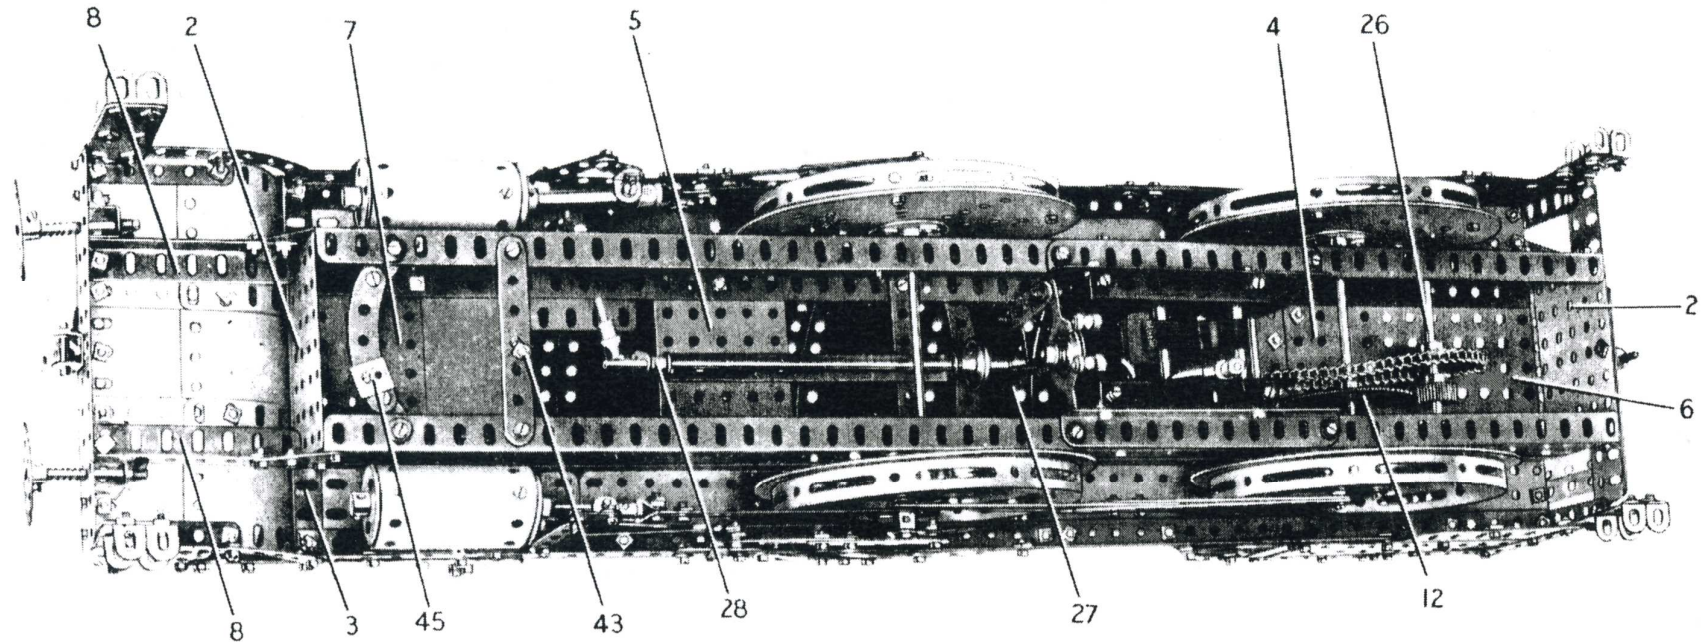
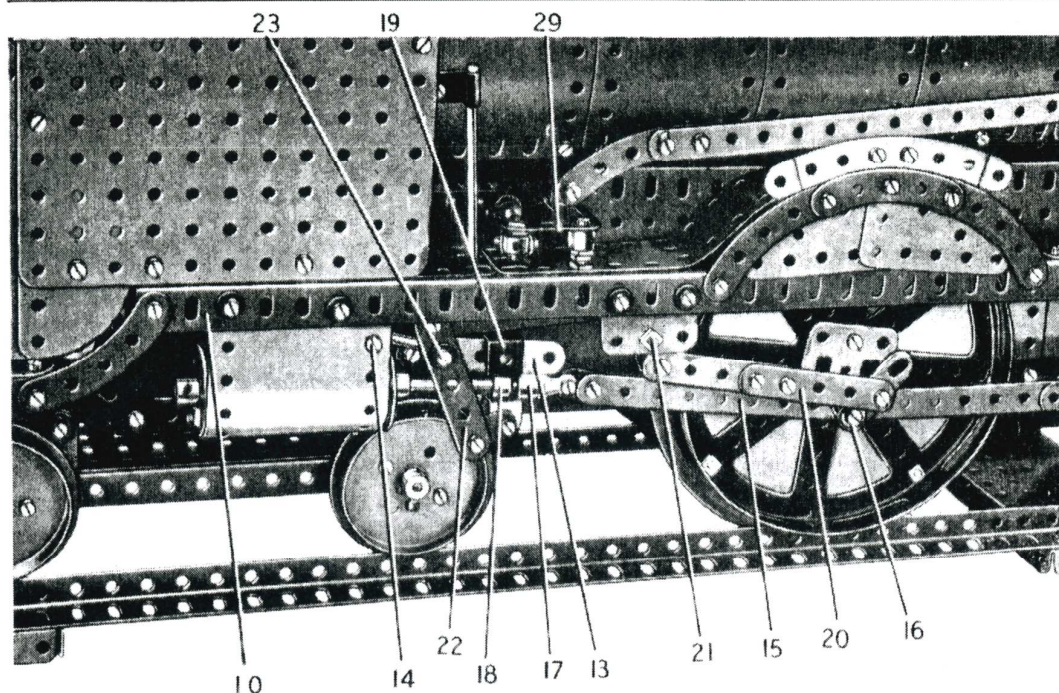
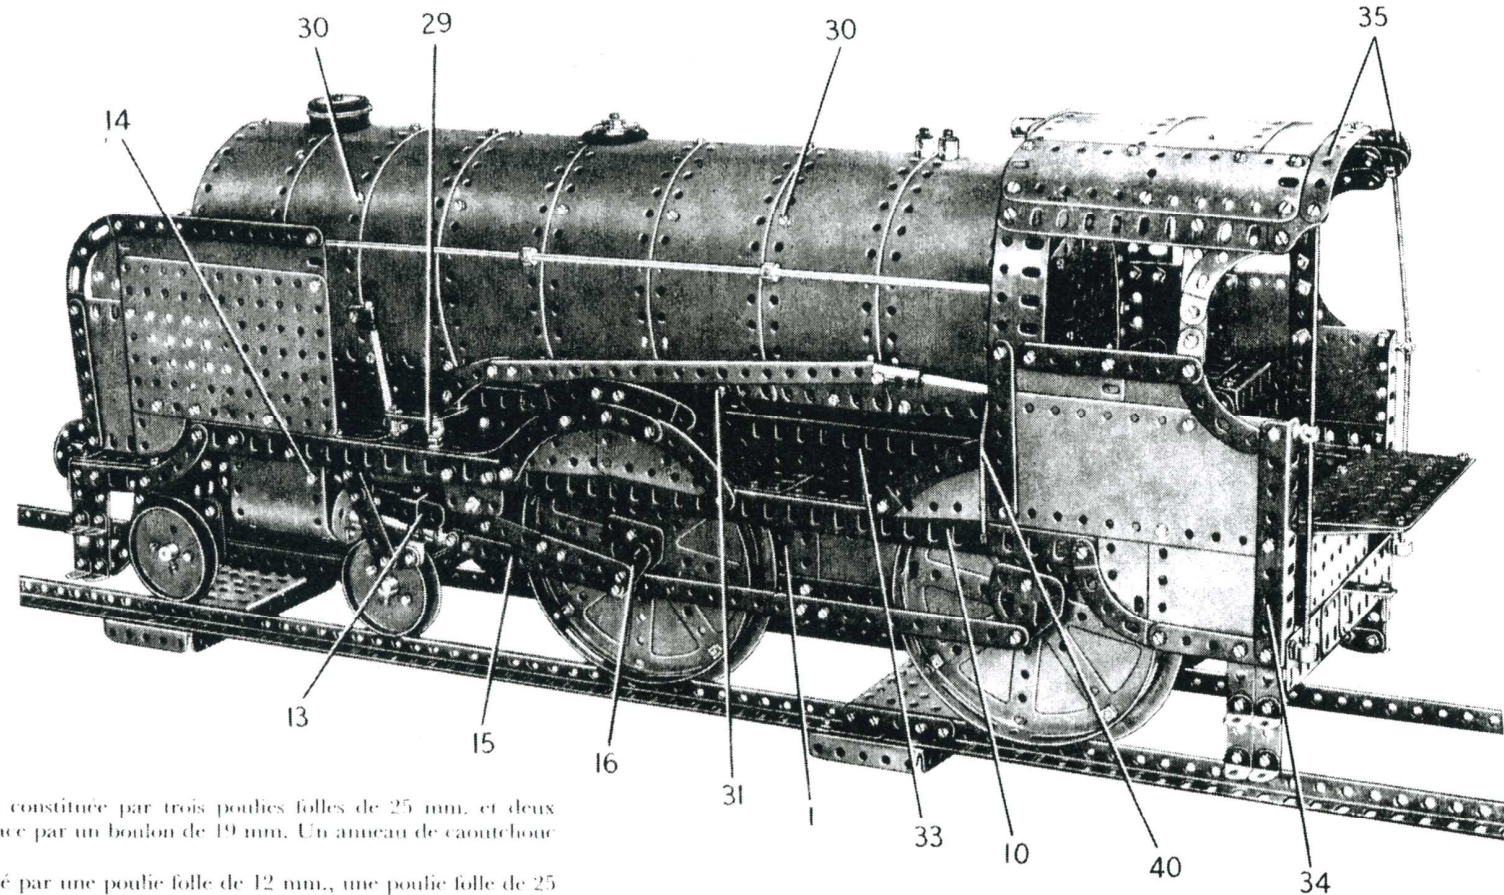
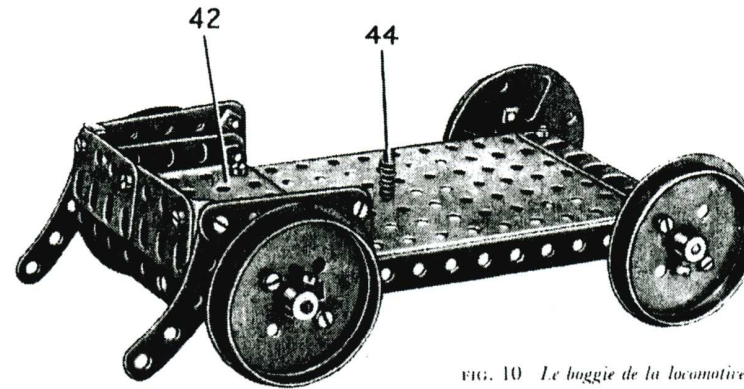

FIG. 2 - Vue de dessous de la locomotive montrant en détail le châssis et la transmission
FIG. 4 - Vue de détail du cylindre et du tiroir
FIG. 6. Détails des bielles et des bielles d'accouplement et montage des manivelles des roues motrices
FIG. 10 - Le boggie de la locomotive
Construction du modèle: le châssis et les passerelles latérales (Fig. 2, 3 et 4)
Chaque longeron du châssis est constitué par deux cornières de 49 trous réunies par une plaque bande de 19 trous à l'avant, une plaque sans rebords de 14×6 cm. (1) (Fig. 6) et deux plaques flexibles de 14×6 cm. Le point de jonction entre les plaques flexibles est renforcé de l'intérieur par une équerre d'assemblage.
Les longerons sont réunis l'un à l'autre à chaque extrémité par des plaques à rebords de 9×6 cm. (2) (Fig. 2) et celles de devant porte une poutrelle (3) faite d'une cornière
Chaque passage latéral se construit en boulonnant une cornière de 49 trous (10) (Fig. 4) sur la poutrelle (3) et sur des poutrelles plates de 5 trous fixées sur la plaque sans rebords (6). Deux plaques flexibles de 6×4 cm. et trois de 14×4 cm. sont fixées comme le montre la figure sur la cornière (10), et elles sont cintrées de façon à épouser la forme des roues. Les côtés des passages des roues sont formés chacun par deux plaques flexibles triangulaires de 6×4 cm. et trois bandes incurvées de 6 cm. La plaque qui porte le nom de la locomotive est figurée par une bande incurvée épaulée de 10 cm. boulonnée sur une plaque triangulaire de 25 mm. Le côté de chacun des passages de
de 11 trous et d'une de 4 trous qui se recouvrent sur 2 trous. Deux autres plaques à rebords de 9×6 cm. (4) et (5) sont fixées au travers du châssis (Fig. 2), et une plaque sans rebords de 14×6 cm. (6) est boulonnée au travers de l'extrémité arrière. Une plaque sans rebords de 14×9 cm. fixée sur la plaque à rebords (4) et sur la plaque sans rebords (6) forme le plancher de la cabine. Une plaque à rebords de 9×6 cm. (7) (Fig. 3) est fixée à l'extrémité avant du châssis par des équerres et par une bande coudée de 90×12 mm.
A l'avant, le châssis est prolongé vers l'avant par deux cornières de 7 trous (8) (Fig. 2) qui sont fixées sur des grands goussets d'assemblage. Les extrémités avant des cornières (8) sont réunies par une poutrelle (9) (Fig. 3) faite d'une cornière de 11 trous et d'une de 4 trous qui se recouvrent sur 2 trous.
La partie cintrée qui se trouve à l'avant du châssis (Fig. 3) est recouverte par trois plaques cintrées de 43 mm. de rayon, et trois plaques flexibles de 6×6 cm. boulonnées entre les poutrelles (3) (Fig. 2) et (9) (Fig. 3). Les plaques flexibles de 6×6 cm. extérieures sont brodées par des cornières de 5 trous, et ces dernières sont réunies aux cornières (10) (Fig. 4) par des bandes incurvées de 6 cm. Les marchepieds sont des équerres fixées sur des poutrelles plates de 5 trous tenues par les cornières de 5 trous.
Les roues motrices et leur entraînement (Fig. 2, 4 et 6)
Chacune des roues motrices est constituée par un flasque circulaire à rebords de 13 cm. boulonné sur une plaque circulaire de 15 cm. de diamètre, au centre de laquelle est boulonnée une roue barillet. Les roues sont fixées par paires sur des tringles de 13 cm. qui passent dans le chassis (Fig. 2), et à chaque extrémité de chaque tringle un bras de manivelle double est fixé par sa vis d'arrêt. Une embase triangulée plate est fixée sur chaque bras de manivelle double par un boulon de 12 mm. qui passe également dans un trou de la roue (Fig. 4). Les embases triangulées plates forment les manivelles. Une roue de 95 dents (12) (Fig. 2) est fixée sur la tringle de 13 cm. arrière.
une tige filetée de 75 mm., et une équerre de 26 x 12 mm. est boulonnée sur la roue à boudin arrière. Une bande de 5 trous (13) (Fig. 6) fixée sur cette équerre forme coulisse pour la tige de piston. Un support de cheminée est fixé sur la plaque flexible par un boulon (14).
La bande (15) est prolongée par un support plat fixé à l'aide de contre écrous sur une petite chape d'articulation de 2 mm. (17) (Fig. 4) montée sur une tringle de 9 cm. Cette tringle coulisse dans la roue à boudin qui forme la partie arrière du cylindre, et une bague d'arrêt (18) est fixée sur cette tringle. Un boulon de 19 mm. est ensuite passé dans les rebords d'un support double (19) et est vissé dans un trou de la bague d'arrêt, de façon que le support double puisse coulisser sur la coulisse (13).
Montage du moteur et du train réducteur (Fig. 2, 4, 5 et 6)
Le moteur électrique E20R utilisé pour entraîner le modèle est fixé par des équerres sur deux cornières de 11 trous boulonnées sous le chassis (Fig. 5). Un pignon de 19 dents monté sur l'arbre du moteur entraîne une roue de 57 dents fixée sur une tringle de 6 cm. (24) qui passe dans les flasques du moteur. Un pignon de 19 dents monté sur la tringle (24) engrène avec une autre roue de 57 dents fixée sur une tringle de 5 cm. (25). Cette tringle passe également dans les flasques, au dessus de la tringle (24) et elle porte une roue de chaîne de 14 dents réunie par une chaîne Galle à une roue de chaîne de 36 dents montée sur une tringle de 10 cm. (26). Un pignon de 25 dents monté sur la tringle (26) entraîne la roue de 95 dents (12) (Fig. 2) montée sur l'essieu moteur arrière.
Une barre de 4 trous est fixée à l'aide de contre-écrous sur un des bras du levier de commande du moteur et sur un levier d'angle (27) (Fig. 2). Le levier d'angle est fixé sur une tringle de 20 cm, qui passe dans une bande coudée de 140 x 12 mm, boulonnée sur la plaque à rebords (5) et sur une bande de 7 trous placée au travers du chassis. La tringle porte un bras de manivelle (28) et un accouplement à cardan pivote sur un boulon de 12 mm, fixé dans ce bras de manivelle par deux écrous. L'accouplement à cardan est monté sur une tringle de 5 cm, qui porte à son autre extrémité un second accouplement à cardan qui est fixé sur un levier d'angle (29) (Fig. 6) de façon à pouvoir pivoter grâce à un boulon de 12 mm, fixé par deux écrous.
Le levier d'angle est monté librement sur un boulon de 19 mm., et est maintenu contre la tête du boulon par deux écrous vissés l'un contre l'autre (Fig. 4). Le boulon est ensuite fixé dans le passage latéral par deux écrous.
A son extrémité avant la chaudière est boulonnée sur la plaque à rebords (7) (Fig. 3), et à l'arrière elle est tenue par un cavalier fixé sur la plaque à rebords (4) (Fig. 2). La cheminée est constituée par trois poulies folles de 25 mm. et deux disques de 35 mm. tenus en place par un boulon de 19 mm. Un anneau de caoutchouc est monté sur chaque poulie.
Une poutrelle plate de 25 trous (33) (Fig. 1) est fixée de chaque côté sur les rebords des plaques à rebords (5) et (4) (Fig. 2).
Détails de la cabine (Fig. 6 et 7)
Chacun des côtés de la cabine est constitué par une plaque flexible de 14×6 cm., trois de 6×6 cm. et une de 6×4 cm., bordées par des bandes et par des bandes incurvées ainsi que par une cornière de 9 trous (34) (Fig. 6). Le côté est boulonné sur une cornière de 11 trous fixée à l'extrémité arrière de l'une des cornières (10).
La plateforme est prolongée par une plaque sans rebords de $11,5 \times 6$ cm. (37) munie à chaque extrémité d'une bande de 5 trous et à l'arrière d'une bande de 11 trous. Une bande de 11 trous est réunie à la plaque (6) (Fig. 2) par deux boulons de 12 mm., mais elle est tenue écartée de la plaque par un ressort d'attache monté sur chaque boulon.
Un tuyau de vapeur (40) (Fig. 6) est figuré par une corde élastique qui est tenue à chaque extrémité dans la partie arrondie d'une clavette qui passe au travers d'un trou allongé de l'une des cornières (10). La corde élastique passe au travers d'un accouplement taraudé fixé sur un boulon sur la plaque sans rebords (36) (Fig. 1) à l'avant de la cabine.
Un accouplement pour bandes monté sur la tringle est réuni par un boulon de 9,5 mm. à une bande de 19 trous et est prolongé par une bande incurvée de 6 cm. (Fig. 6). La bande incurvée est fixée à l'aide de contre-écrous sur une équerre qui à son tour est fixée à l'aide de contre-écrous sur le levier d'angle (29).
Construction du boggie (Fig. 10)
Le boggie se construit en boulonnant une plaque sans rebords de 14×9 cm. et une plaque à rebords de 9×6 cm. (42) (Fig. 10) sur une cornière de 15 trous de chaque côté. Une cornière de 7 trous est boulonnée à une extrémité et une bande coudée de 90×12 mm. est fixée à l'autre extrémité. Une plaque flexible de 6×4 cm. est fixée sur chaque rebord de la plaque (42) et est bordée par une bande de 5 trous et munie d'une bande incurvée de 6 cm. disposée comme le montre la figure. A l'avant, deux poutrelles plates de 4 trous sont boulonnées ensemble et sont fixées sur la plaque flexible par des équerres. Les roues du boggie sont des boudins de roue et des plateaux centraux boulonnés ensemble, et elles sont fixées sur les tringles de 13 cm. Chacune des tringle est tenue en place par deux bagues d'arrêt.
Le boggie est fixé à l'aide de contre-écrous sur un boulon de 28 mm. (43) (Fig. 2) qui passe au travers d'une bande de 7 trous boulonnée au travers du chassis. Un boulon de 19 mm. (44) (Fig. 10) passe dans le boggie et reçoit un ressort de compression. Le boulon est ensuite fixé sur une bague d'arrêt à glissière (45) (Fig. 2) qui est passée sur une bande incurvée de 6 cm. fixée sur le chassis par des supports plats.